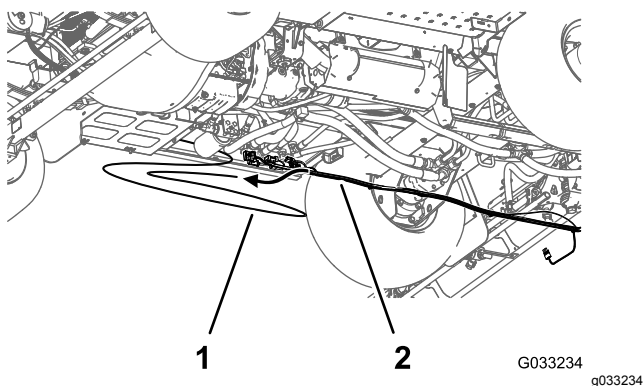

Figura 53
4. Retire el tubo del sensor de presión del indicador del salpicadero del arnés de cables trasero de la máquina (Figura 53).